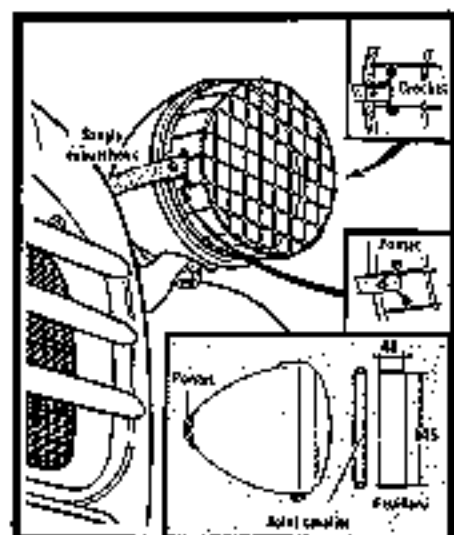

FIGURE 15
- Grilles de protection sur projecteurs de série (Fig. 15).